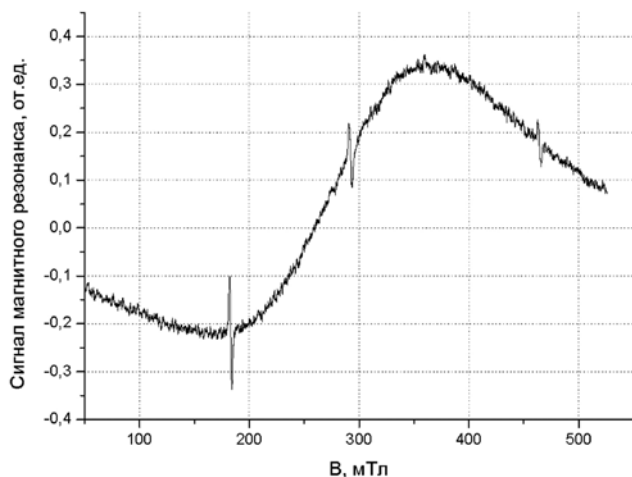

Рисунок 4 – Магниторезонансная кривая композиционного материала (связующее лак АК-113)
ра Si_{0.98}Sn_{0.02} и образованию выделений второй фазы – наноразмерных преципитатов Sn. На рисунках 1 (б) и 3 (а) приведены ПЭМ-изображения таких преципитатов Sn в поперечном и планарном сечениях соответственно, а на рис. 3 (а) приведено изображение типичного преципитата Sn в режиме с атомным разрешением решетки. Из микрофотографий структуры следует, что преципитаты Sn расположены в области глубины 300-330 нм и имеют бимодальное (около 5 и 12 нм) распределение по размерам. ПЭМ-исследования в режимах высокого разрешения позволили установить, что преципитаты имеют форму тетракайдекаэдров, которые формируются плоскостями {111} и {100}. С учетом их распределения по размерам, преципитаты содержат ~ 2,2×10¹⁵ Sn/см², что составляет около 85-90% от полного количества атомов Sn в слое Si_{0.98}Sn_{0.02}. С другой стороны, осевой спектр POP показывает выход деканализирования только 34% от случайного спектра (рис. 2), что указывает на предпочтительность ориентации преципитатов Sn в Si-матрице. Дифракционные исследования (рис. 3 (а)) и Фурье преобразования ПЭМ-изображений с атомным разрешением (рис. 4 (а)) показывают, что преципитаты β-фазы Sn ориентированы относительно кремния как: (220) Si || (200) β-Sn и (200) Si || (101) β-Sn, что хорошо согласуется с данными [23, 24].
части (II на рис. 2 (б)). Дифракционные исследования демонстрируют исчезновение рефлексов, связанных с фазой β-Sn в образцах после ионной имплантации (сравни вставки на рис. 3 (а) и 3 (б)); одновременно появляются рефлексы, которые связаны с дифракцией на границе раздела Si/α-Sn, что свидетельствует о фазовом превращении β-α-Sn. Возможность такого фазового превращения в nano-преципитатах Sn обсуждалась также в работах [23,24,26,27]. Кроме того, изображение с атомным разрешением решетки на рис.4 (б), а также его Фурье преобразование свидетельствует об алмазоподобной структуре как матрицы, так и преципитата. Следует также отметить здесь, что эти результаты хорошо согласуются с предыдущими данными о преципитатах α-Sn, формируемых в нанопустотах [26,27].
Рисунок 4 – ПЭМ-изображения высокого (атомного) разрешения precipитатов Sn и соответствующие преобразования Фурье, полученные от образцов структур Si/SiSn/Si после: (а) МЛЭ-выращивания и 20 минутной термообработки при 900 °С; (б) имплантации ионов He⁺ (30 кэВ, $6 \times 10^{15} \text{ см}^{-2}$).